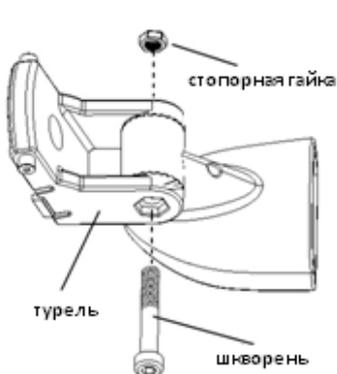

Рис.3
- 2) В гнездо с наружной стороны проушины турели вложить стопорную гайку, с противоположной стороны завести шворень и руками его подтянуть (рис.3).